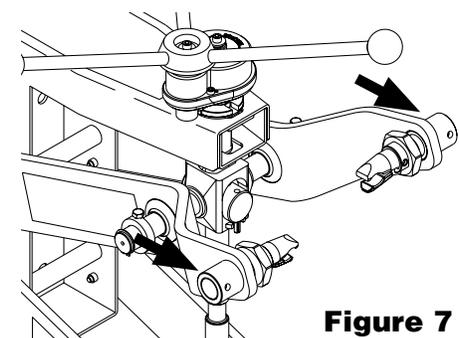

Figure 7
2. Installez les mâchoires dans les bras et fixez-les à l'aide des nouvelles goupilles. **REMARQUE : Installez les goupilles se trouvant à l'arrière de chaque bras dans le logement de fixation. Voir la figure 7.**